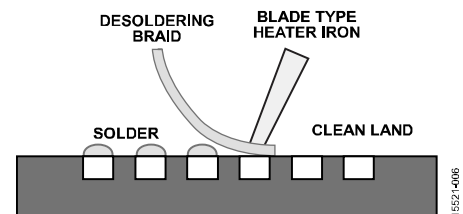

图6. PCB焊盘去锡
1. 去锡。利用吸锡线和刀片型烙铁去除焊盘上过多的焊料 (参见图6)。所选刀片的宽度应与器件占用的最大宽度相匹配。刀片温度必须足够低，以避免损坏电路板。可将焊剂涂在焊盘上，然后用吸锡线和烙铁去除过多焊料。